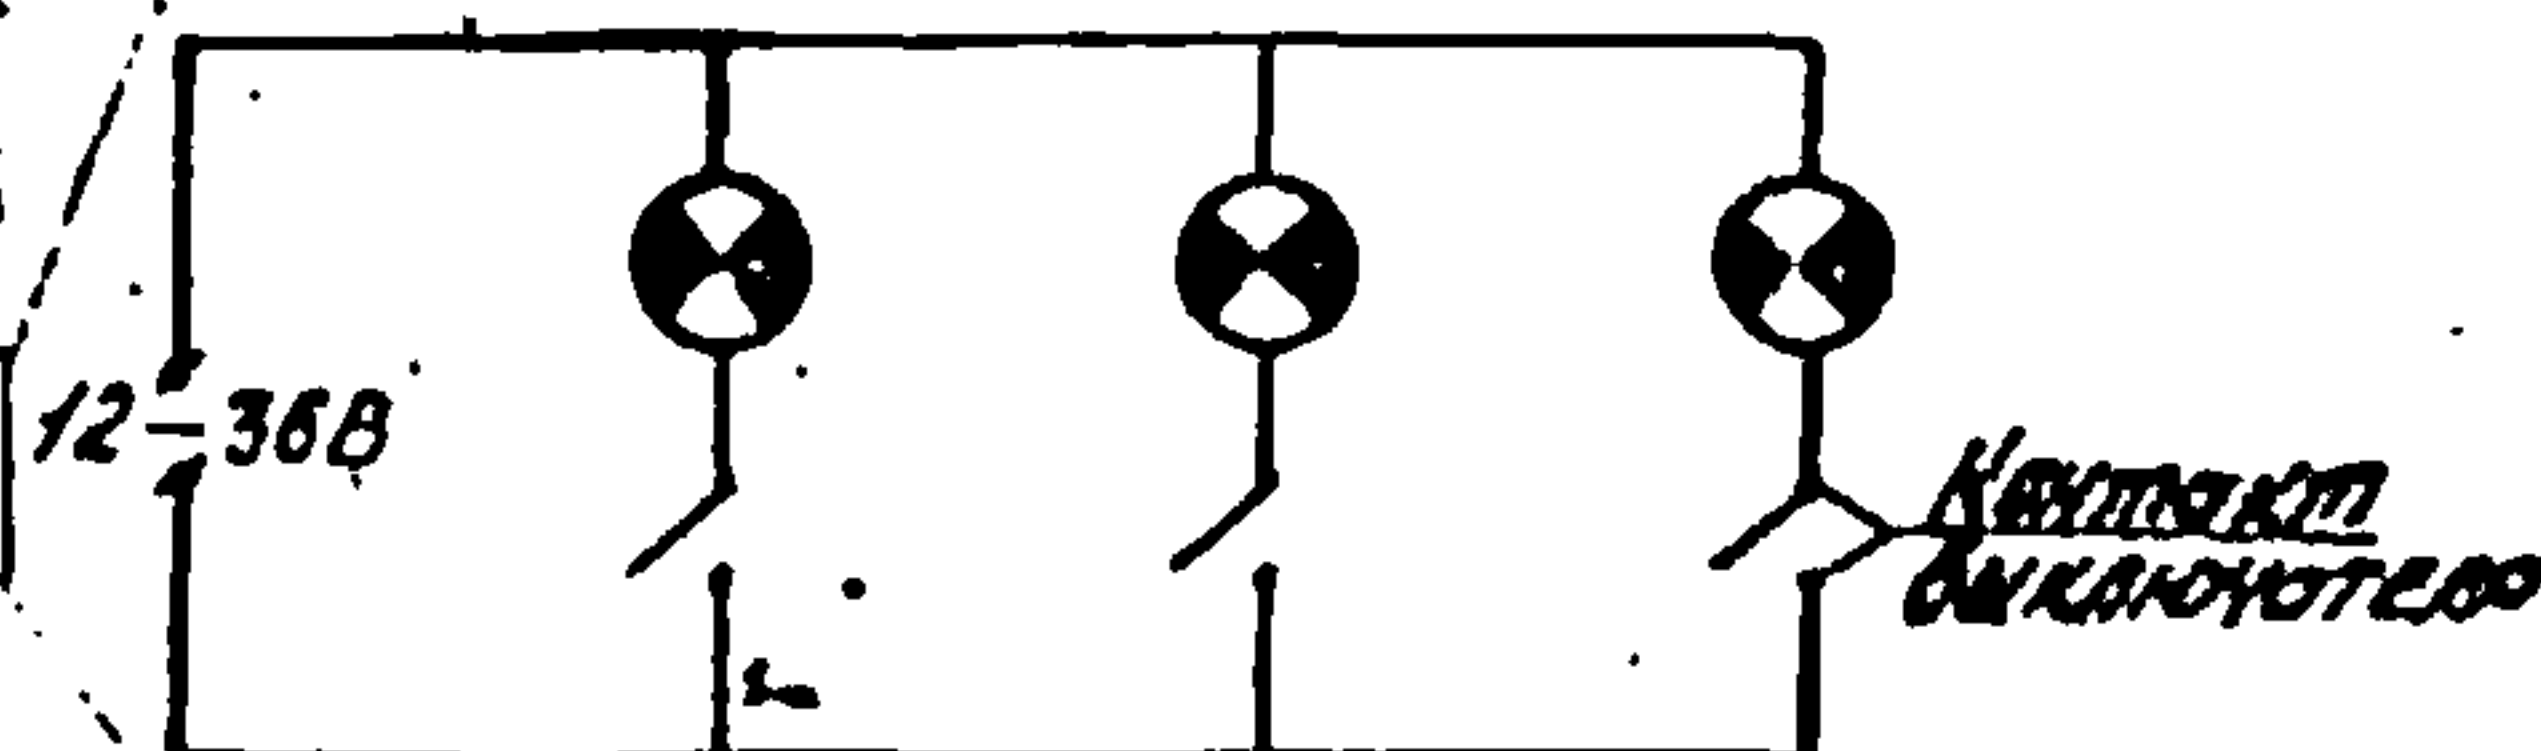

Рис. 14. Схема подсоединения сигнальных ламп
- собрать схему подсоединения сигнальных ламп (рис. 14);